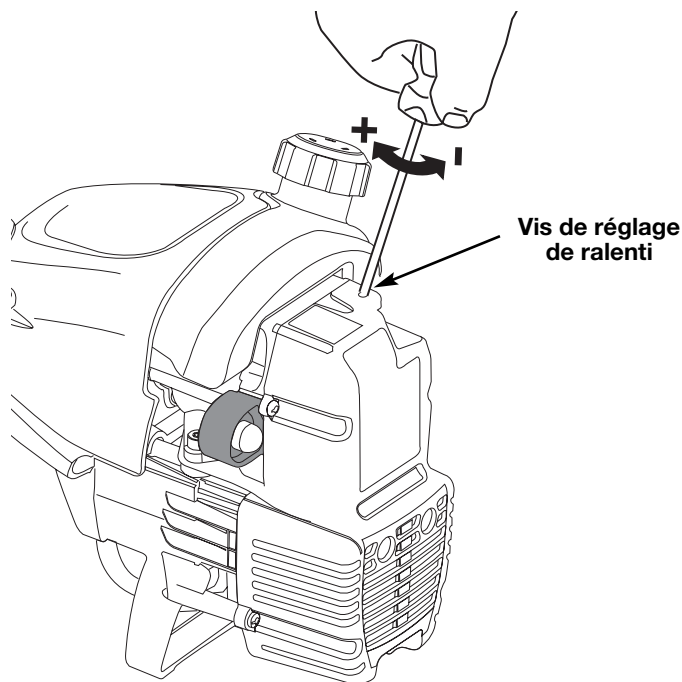

Fig. 27
Vous pouvez régler le ralenti du moteur à travers le couvercle du filtre à air/silencieux (Fig. 27).
2. Relâchez le levier d'accélérateur et laissez le moteur au ralenti. Si le moteur s'arrête, insérez un petit tournevis à embout cruciforme ou à tête plate dans le trou du couvercle du filtre à air/silencieux (Fig. 27). **Vissez** la vis de 1/8 de tour à la fois (selon le besoin), jusqu'à ce que le moteur tourne au ralenti.